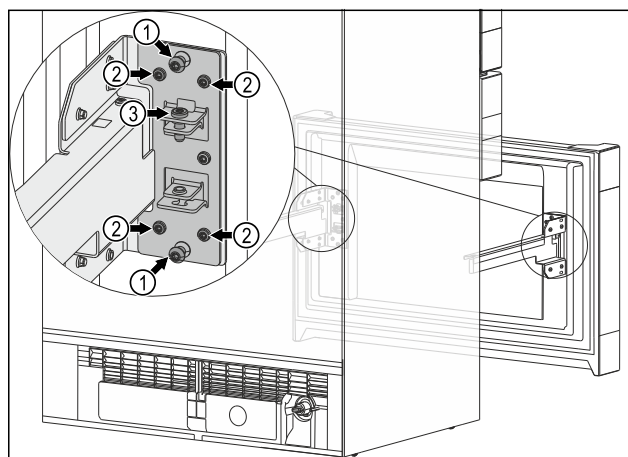

Fig. 13
- Retirer les deux vis Fig. 13 (1) intermédiaires.
- Desserrer les quatre vis Fig. 13 (2).
- ▶ Position finale du chariot à glissière atteinte : serrer les quatre vis Fig. 13 (2).
- ▶ Vous n'avez plus besoin des vis Fig. 13 (1) intermédiaires.